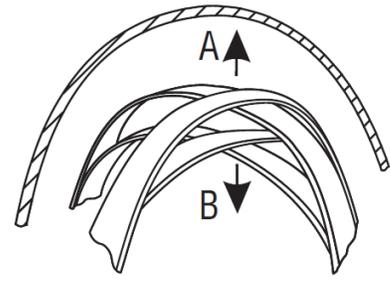

Figure 2 Casque de protection
6. Pousser la sangle supérieure de la couronne de la suspension vers la couronne du casque de protection, comme indiqué par la flèche A sur la Figure 2.
REMARQUE : La sangle inférieure de la couronne de la suspension se déplace alors comme le montre la flèche B sur la Figure 2.